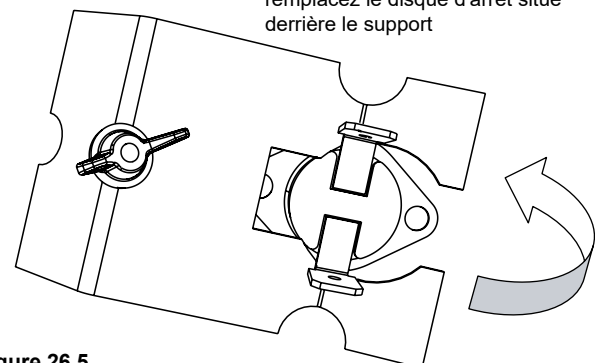

Figure 26.5
10. Une fois que le support est assez desserré, faites tourner le support dans en sens antihoraire et dans le sens opposé du tube d'alimentation (**Figure 26.5**).